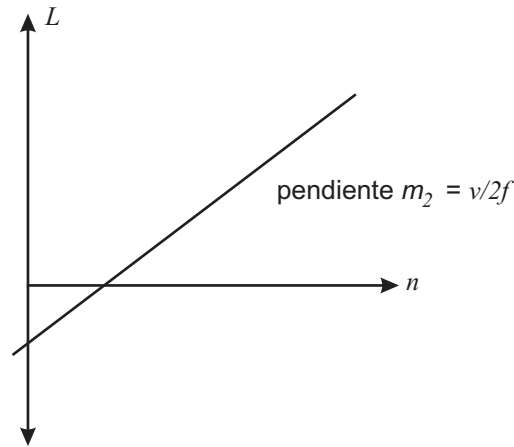

Figura 5: Distancia entre el extremo libre y cerrado del tubo como función del modo  $n$
Así, si la distancia entre el borde del tubo y el extremo cerrado se varía a voluntad, la relación entre su longitud  $L$  y  $n$  es lineal, ver figura 5. Al comparar con  $y = m_2x + b$  (donde  $m_2$  es la pendiente y  $b$  es el intercepto con el eje  $y$ ), la ecuación (4) para  $L$  muestra que la pendiente de  $L$  en función de  $n$  es  $m_2 = \frac{v}{2f}$ . Luego, el valor de la velocidad  $v$  del sonido es,